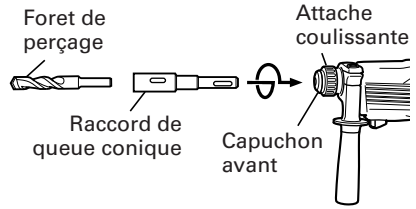
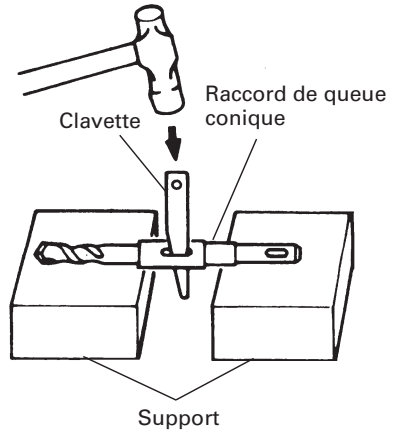

Fig. 15
Fig. 16
- (1) Monter le raccord de queue conique sur le marteau rotatif à percussion. (Fig. 15)
- (2) Fixer la mèche (queue conique) sur le raccord de queue conique. (Fig. 15)
- (3) Mettre l'interrupteur sur la position de marche (ON) et percer un trou de la profondeur voulue.
- (4) Pour retirer la mèche (queue conique), introduire la clavette dans la fente du raccord de queue conique et frapper la tête de la clavette avec un marteau alors que le perceuse est placée sur le support. (Fig. 16)